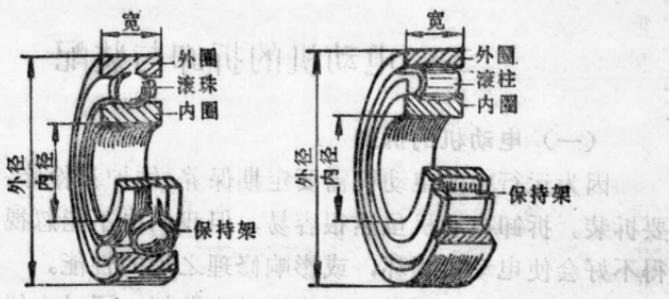

图 1-8 滚动轴承的构造
2. 轴承 由外圈、内圈及滚珠组成。它的外圈紧套在端盖中心的圆孔中，内圈则紧套在转子轴上，如图 1-8 所示。当转子转动时，内圈随之转动，外圈则因和轴承端盖紧密配合而不动，两圈之间装有滚珠并涂有润滑脂，以减轻摩擦。